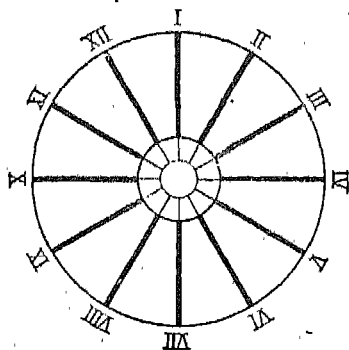

Fig. 7. — Cadran pour l'étude de l'astigmatisme.
c) L'œil des astigmatiques est très déformé ; ce n'est pas une boule bien ronde. Aussi ne peuvent-ils voir distinctement, *en même temps*, suivant les différentes directions. Par exemple, ils ne peuvent voir nettement, d'un seul coup d'œil, les graduations d'un cadran horaire (fig. 7).